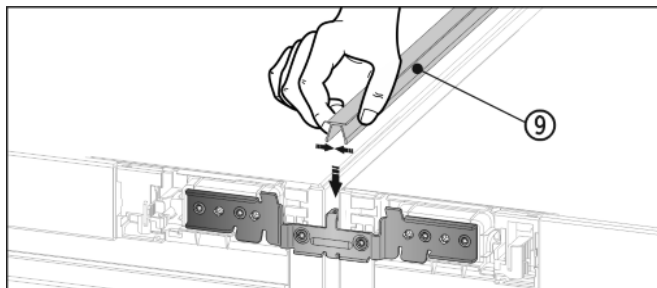

Fig. 13
- ▶ En la parte superior, presione la tira tapajunta Fig. 13 (9) corta para introducirla en la ranura horizontal.